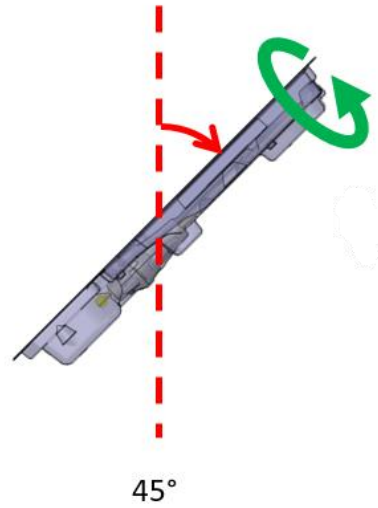

Bild 14: Ultraljudsapplicatorns förpackning i 45°-läge
- c. Luta ultraljudsapplicatorns förpackning cirka 45° från den vertikala streckade linjen (*Bild 14*). Roterera långsamt förpackningen cirka 360° i ungefär 5 sekunder.